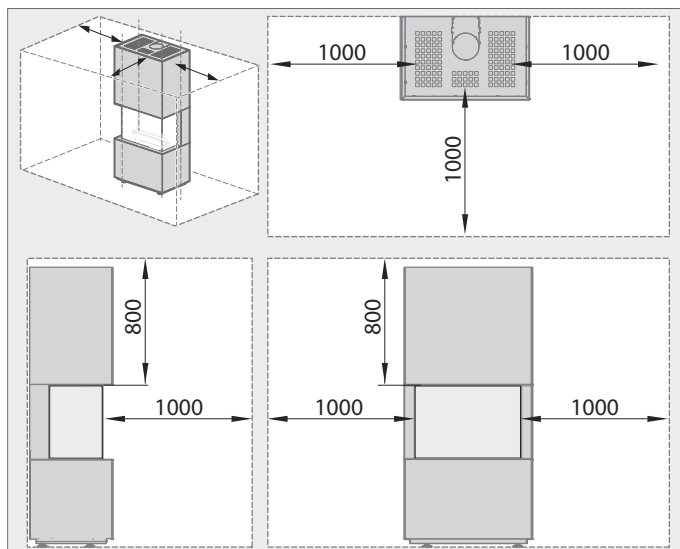

Abb. 2.4 Mindestabstände (Angaben in mm)
- Halten Sie sich an vorgegebene Mindestabstände bei der Montage und beim Gebrauch des Gerätes (Abb. 2.4 Mindestabstände)!